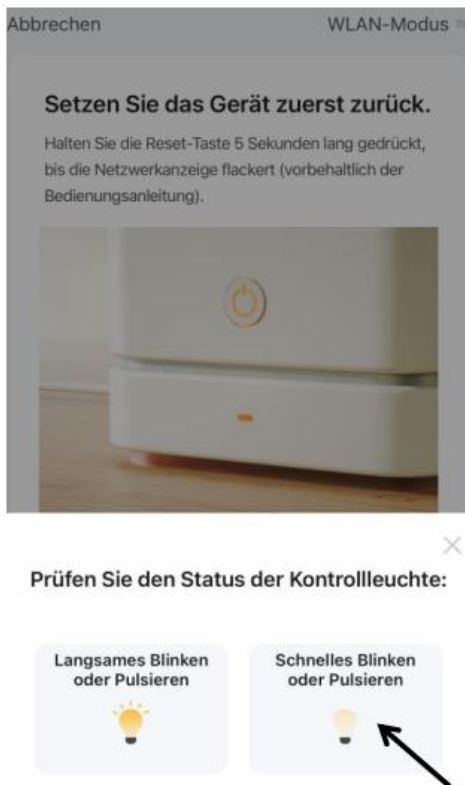
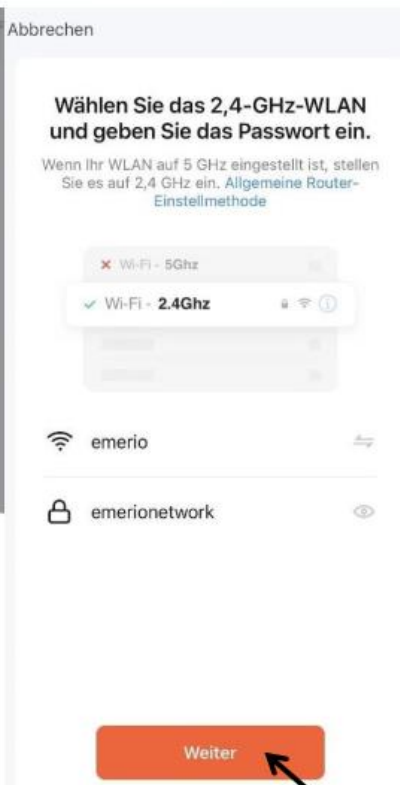

Fig. 4
Fig. 5
- Tik op 'Volgende' in Afb. 3. Tik verder op 'Knipper of sneltoets' in Afb. 4. Er wordt gevraagd om een 2,4 GHz WLAN te gebruiken. Voer het WLAN-wachtwoord in en tik op 'Volgende'. (Afb. 5)